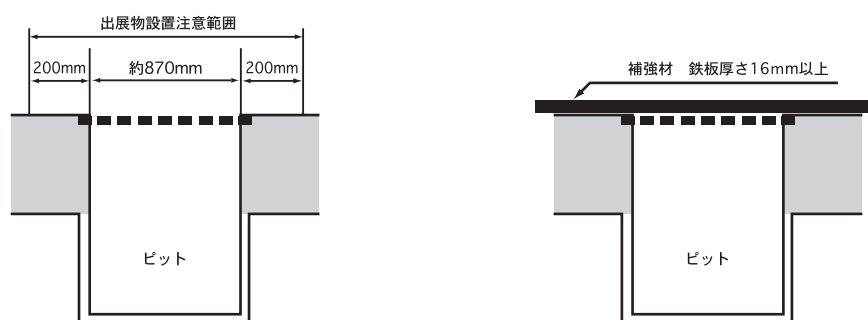

図12. ピット周辺図
- ・ピットおよびその周辺部に単体の総重量が**3t以上**の展示物等が載る場合は〔図12〕の要領で補強を行ってください。
- ・ ピットおよびその周辺部に単体の総重量が 1t 以上の展示物等が乗る場合は [P.11 図12] と同じ要領で補強を行ってください。
③ イベントプラザ、エキシビジョンプラザ、アトリウムをご利用になる場合